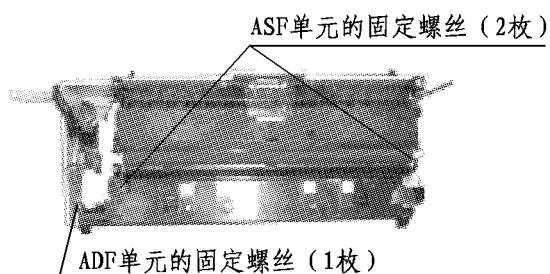

图7-10
b) 拆卸机芯组件。(图7-10)
c) 拆卸ASF单元的固定螺丝(2枚), 拆卸ASF单元。(图7-10)
d) 拆卸ADF单元的固定螺丝(1枚), 拆卸ADF单元。(图7-10)